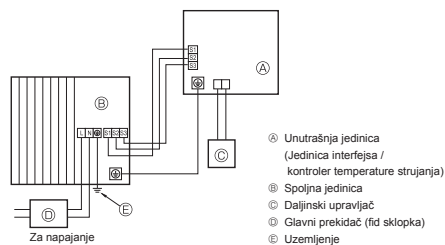
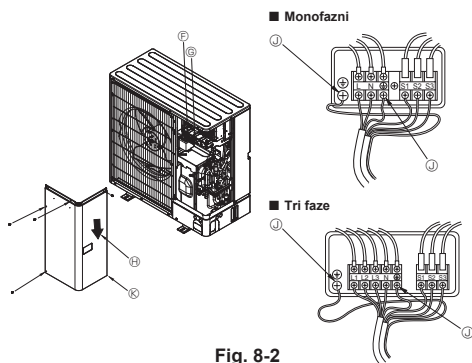

Fig. 8-1
Fig. 8-2
8.1. Spoljna jedinica (Fig. 8-1, Fig. 8-2)
- ① Skinite ploču za servisiranje.
- ② Povežite žice prema Fig. 8-1 i Fig. 8-2.